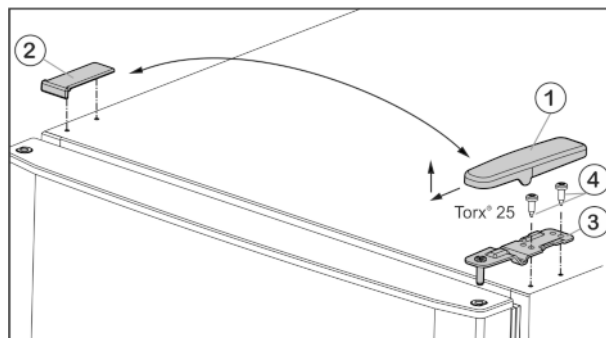

Fig. 4
- Enlever le cache Fig. 4 (1) vers l'avant et vers le haut.
- Retirer le cache Fig. 4 (2).
- Dévisser le support d'appui supérieur Fig. 4 (3) (2 Torx® 25) Fig. 4 (4) et retirer vers le haut.
- Placer le support d'appui supérieur Fig. 4 (3) sur le nouveau côté charnière de porte.
- Visser le support d'appui supérieur à fond (avec 4 Nm) (2 Torx® 25) Fig. 4 (4). Pointer les trous de vissage ou utiliser une visseuse sans fil.
- Remettre en place l'habillage Fig. 4 (1) du côté opposé depuis l'extérieur et l'enclencher.
- Remettre en place l'habillage Fig. 4 (2) du côté opposé depuis le dessus et l'enclencher.